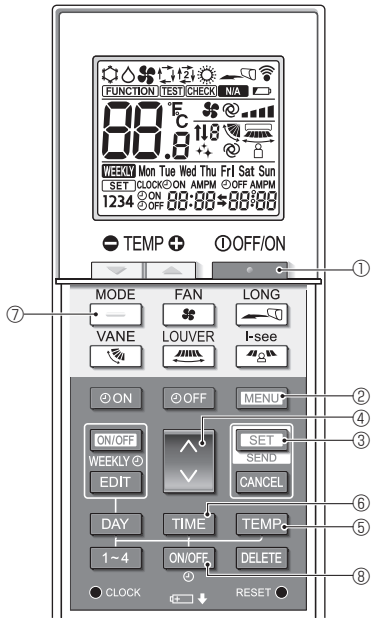
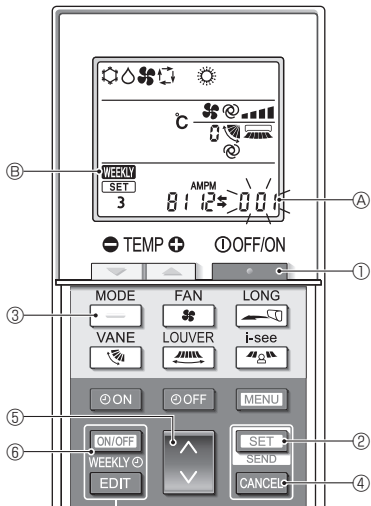

Fig. 5-10
Fig. 5-12
L'écran Réglage des fonctions s'affiche et le n° de la fonction A clignote. (Fig. 5-10)
- Appuyez sur la touche **ON/OFF** ⑤.
- À chaque pression sur la touche **ON/OFF** ⑤, le réglage change entre **on** et **off**.
- Appuyez sur la touche **SET** ③.
- Le n° de fonction A clignote. (Fig. 5-10)
- Appuyez sur la touche **MENU** ②.
5.10.8. Désactivation du mode AUTO (Fig. 5-12)
- Appuyez sur la touche **STOP** ① pour arrêter le climatiseur.
- Si la minuterie hebdomadaire est activée, appuyez sur la touche **ON/OFF WEEKLY** ⑥ pour la désactiver. (**WEEKLY** ⑥ disparaît.)
- Appuyez sur la touche **SET** ② pendant 5 secondes.
- Appuyez sur la touche **UP/DOWN** ⑤.
- Achèvement des réglages (Fig. 5-12)